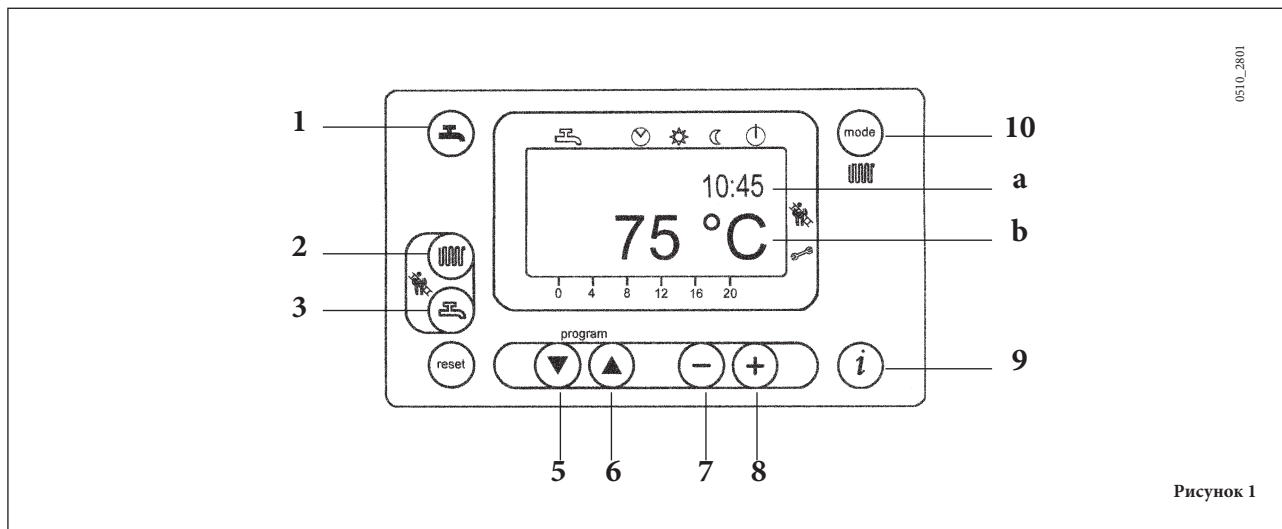

Рисунок 1
- Нажать кнопку  (поз. 2 на рис. 1) для регулировки температуры воды системы отопления;
- Нажать одну из этих двух кнопок   (поз. 1 или 10 на рис. 1) для записи заданного параметра в память и возврата к главному меню.
ПРИМЕЧАНИЕ. Если к котлу подключен внешний зонд, при помощи кнопки  (поз. 2 на рис. 1) можно смещать кривую отопления. Нажать кнопки   для уменьшения или увеличения комнатной температуры обогреваемого помещения.
- Нажать кнопку  (поз. 3 на рис. 1) для регулировки максимальной температуры хозяйственной воды;